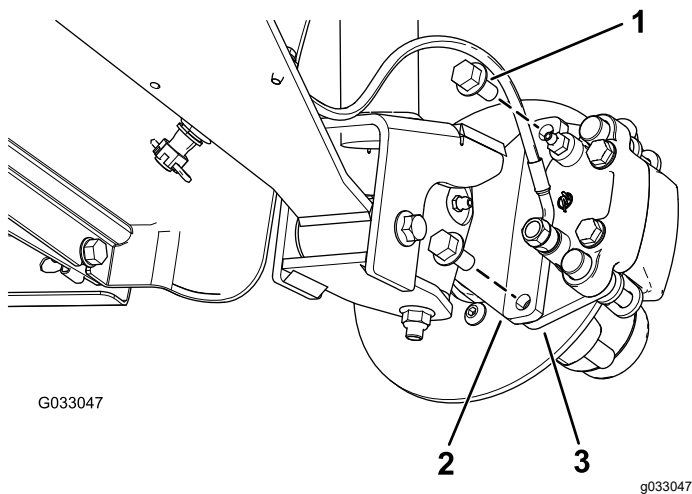
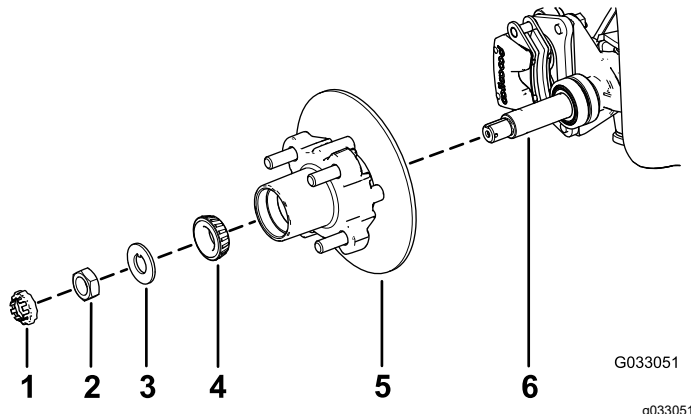

Bild 30
Bild 34
3. Entfernen Sie die Bundkopfschrauben (3/8" x 3/4"), mit denen die Halterung für die Bremse an der Spindel befestigt ist, und nehmen die Bremse von der Spindel ab (**Bild 30**).
1. Fetten Sie die Spindel leicht mit der angegebenen Fettsorte ein (**Bild 34**).
2. Montieren Sie die Radnabe und den Drehzylinder an der Spindel mit dem Drehzylinder innen (**Bild 34**).
3. Montieren Sie das Außenlager an der Spindel und setzen das Lager auf den äußeren Lagerring (**Bild 34**).
4. Legen Sie die Nasenscheibe auf die Spindel (**Bild 34**).
5. Schrauben Sie die Spindelmutter auf die Spindel und ziehen Sie die Mutter auf ein Drehmoment von 15 N·m an, während Sie die Radnabe drehen um das Lager zu fixieren (**Bild 34**).
2. Fluchten Sie die Bremsbeläge mit jeder Seite des Drehzylinders (**Bild 30**) und die Löcher in der Bremsbackenhalterung mit den Löchern im Bremsenhalter des Spindelrahmens aus (**Bild 34**).
3. Befestigen Sie den Bremsbackenhalterung mit den beiden Bundkopfschrauben ($\frac{3}{8}$ " x $\frac{3}{4}$ ") am Spindelrahmen (**Bild 30**).